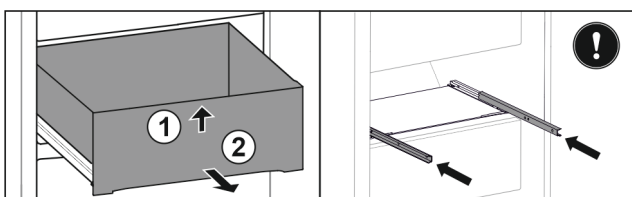

Fig. 147
- ▶ Ridicați sertarul în față. Fig. 147 (1)
- ▶ Extrageți sertarul spre înainte. Fig. 147 (2)